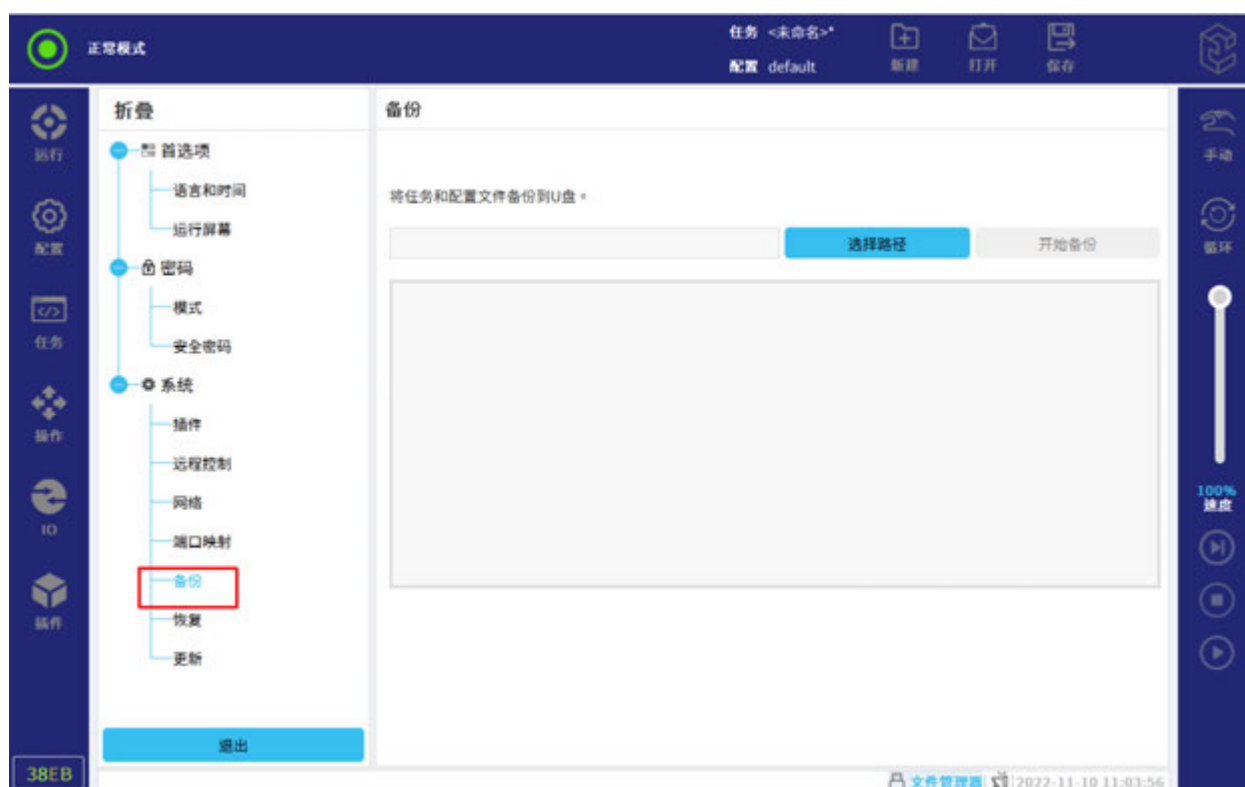

図 9-7 バックアップ
2. 図 9-7 に示すように「設定> システム> バックアップ」を選定する。